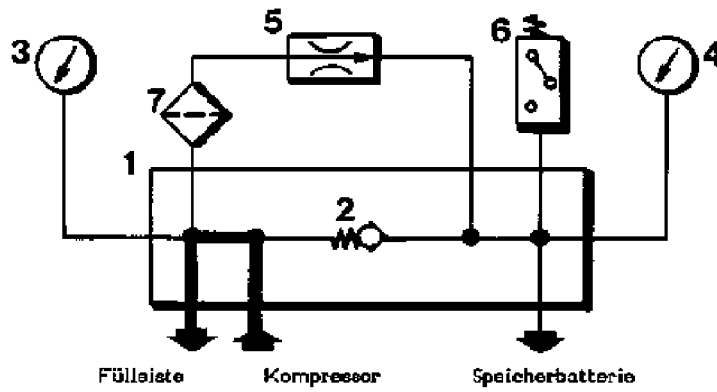
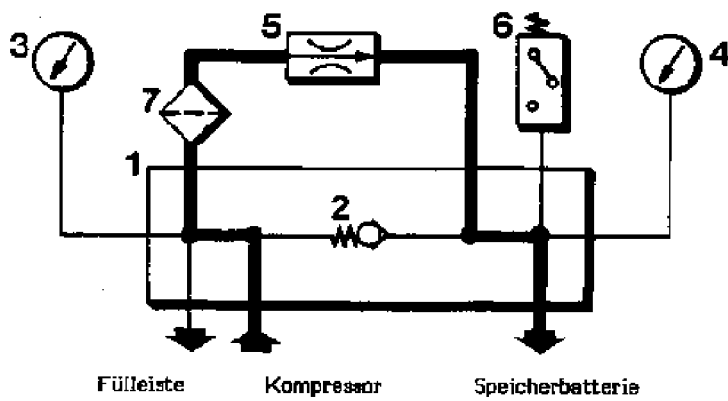

Abb. 37 Füllen mit Kompressor
Abb. 38 Füllen der Speicherflaschen
- Ist nach mehreren Flaschenfüllungen der Speicherflaschendruck abgesunken auf den am Druckschalter () der Zuschaltautomatik eingestellten min-Wert, wird automatisch der Kompressor zugeschaltet und füllt die Flaschen direkt (siehe Abb. 37).
- Werden jetzt weiterhin Flaschen gefüllt, werden diese direkt aus dem Kompressor (1) befüllt.
- Sobald keine Flaschen mehr befüllt werden sollen, bzw. wenn deren Enddruck erreicht ist öffnet das Druckhalteventil und die Luft strömt vom Kompressor (1) direkt in die Speicherflaschen (2) bis diese wieder voll sind und der am Druckschalter der Zuschaltautomatik max. eingestellte Wert den Kompressor (1) stoppt (Siehe Abb. 38) .
- Dasselbe Prinzip kann auch angewendet werden, wenn die Speicherflaschen (2) "nur" auf 200 bar gefüllt werden.
- Dann können zwar nicht so viele Flaschen per Überströmen gefüllt werden, jedoch die gesamte Füllzeit verkürzt sich, da relativ viel Luft aus den den Speicherflaschen (2) entnommen werden kann (bis zum Druckausgleich) und dann automatisch der Kompressor (1) zugeschaltet wird und den Restbetrag auffüllt.